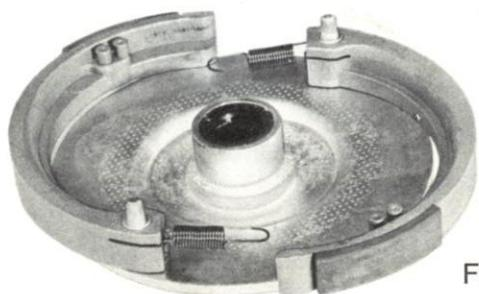

Figure 13
- Sur l'une des mâchoires, placer la grande boucle du ressort de rappel à l'intérieur de la fente située à l'articulation et introduire l'ensemble sur l'axe d'articulation (figure 13).
- Mettre en place la coupelle (O).